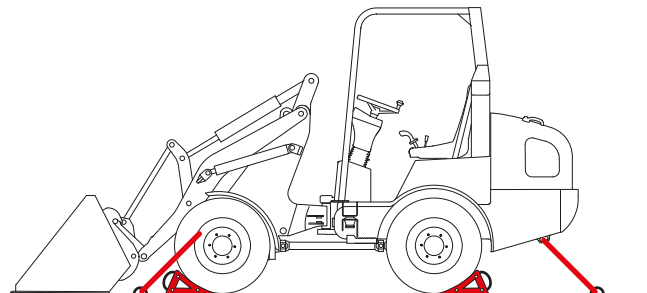

Fig.159
4. Fastsur køretøjet som vist i Fig. 159.